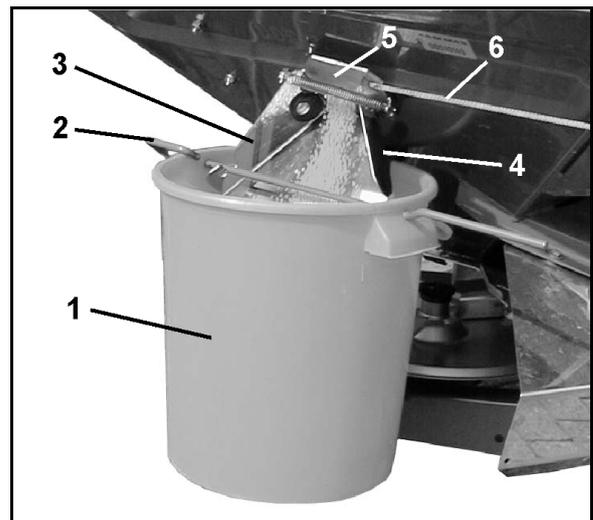

Fig. 52
1. Auffangbehälter (Fig. 52/1) mittels Bügel (Fig. 52/2) an der Auslaufrutsche (Fig. 52/3) einhängen. Auffangbehälter in Klemmvorrichtung (Fig. 52/4 u. Fig. 51/1) einrasten.
2. Seitenschieber (Fig. 52/5) von Auslaufrutsche ca. 5 sec. mittels Seil (Fig. 52/6) vollständig öffnen (um gleichmäßigen Düngerfluss zu gewährleisten). Hiernach die aufgefangene Düngermenge in den Streuer zurückschütten.